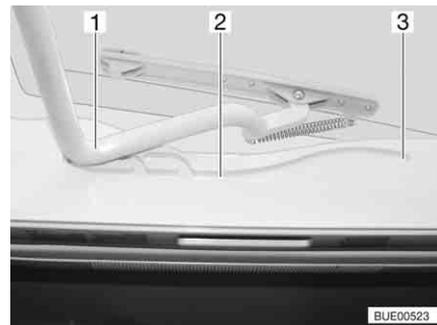

Fig. 97 Claraboya Heki, guía
- Tirar el estribo (Fig. 97,1) en las guías (Fig. 97,2) hasta la posición trasera final (Fig. 97,3).
- Empujar el estribo (Fig. 97,1) ligeramente hacia arriba con ambas manos.
- Tirar el estribo en las guías (Fig. 97,2) hasta la posición deseada.